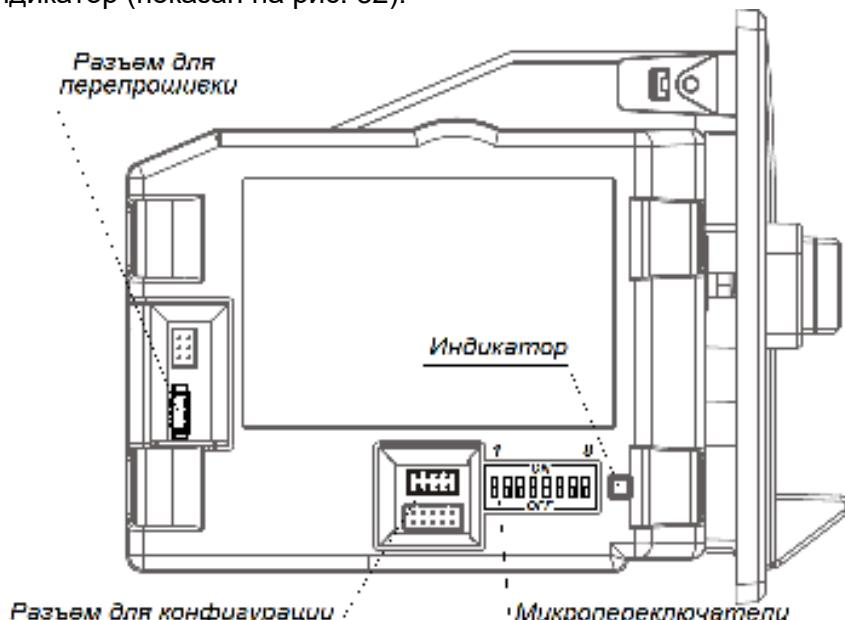

Рисунок 32. Расположение разъемов
- Подключите монетоприемник к СОМ-порту ПК при помощи кабеля ***WEL-R7U06*** (имеется в комплекте поставки), разъем для подключения расположен на боковой панели монетоприемника (см. рис. 32).
- Подайте питание на монетоприемник (контакты 1 и 2 клеммной колодки ***XTU4***, см. рис. 23). Загорится индикатор (показан на рис. 32).
9. Проверьте положение микропереключателей на боковой крышке монетоприемника (см. рис. 32):